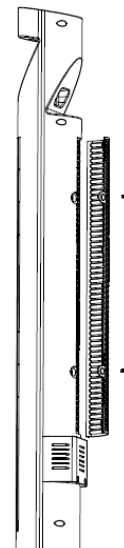

Abb. 2
- Der Filter des Luftauslasses kann zur Reinigung entnommen werden. Waschen Sie den Filter direkt unter laufendem Wasser und trocknen Sie ihn dann gründlich ab. Schrauben Sie nach der Reinigung die zwei Schrauben wieder fest. (Abb. 2)